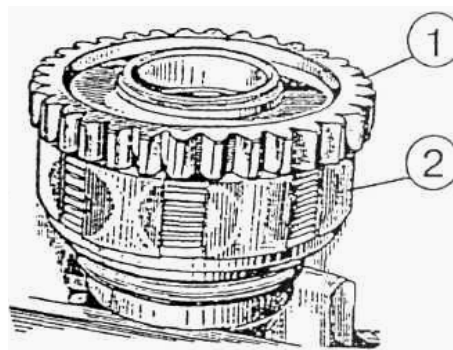

Рисунок 5.57
- 4.10) снимите с гидродожимной муфты (2) (**рисунок 5.57**) шестерню (1);